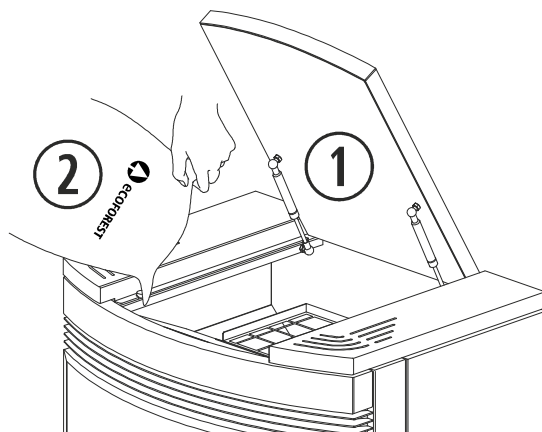
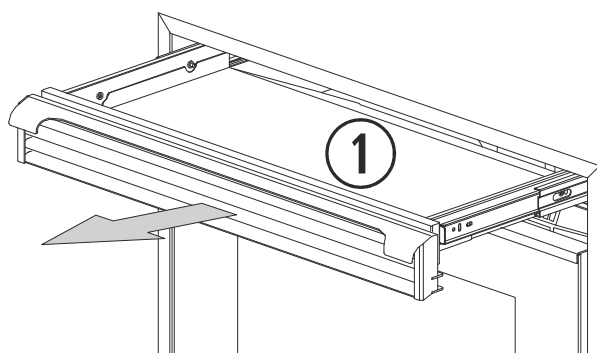

Figura 2
Figura 3
2.13. Para realizar o carregamento de combustível na estufa, devemos abrir a tampa do depósito e esvaziar o saco de combustível com cuidado para evitar que transborde. Ver *figura 2 (ECO III)*. O carregamento de combustível nos modelos *Córdoba* (*figura 3*) e *Córdoba Glass*, realiza-se extraíndo a bandeja de carregamento, graças aos puxadores que o friso de ar de convecção possui. Fazer o carregamento sempre em frio.
①	Tampa do depósito.
②	Combustível.